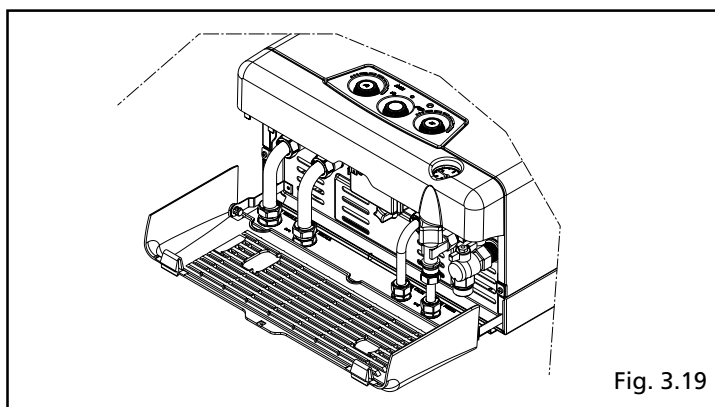

Fig. 3.19
- ruotare verso il basso (fig. 3.19).